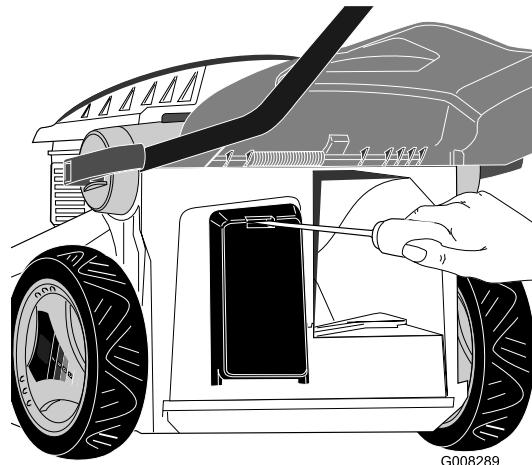

Figura 25
- Abra la tapa del compartimiento de la batería (Figura 25).